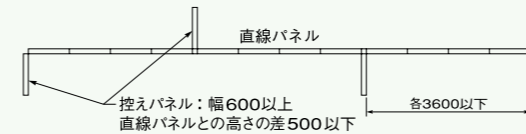
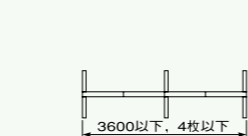

図24 両側控え
図29
- パネルを直線に設置する場合には、倒れを防止するため、図24~図29に示す条件を守ってください。控えパネルは、幅600mm以上でかつ直線パネルとの高さの差が500mm以下のものを採用してください。